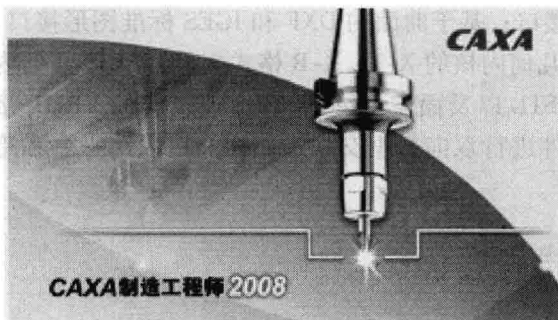
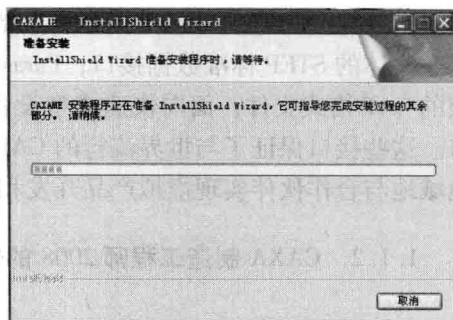

图 1-2 【CAXA 制造工程师 2008】界面
图 1-3 【准备安装】界面
(2) 单击安装产品中的【制造工程师安装】选项，系统弹出如图 1-2 所示的【CAXA 制造工程师 2008】界面及如图 1-3 所示的【准备安装】界面。